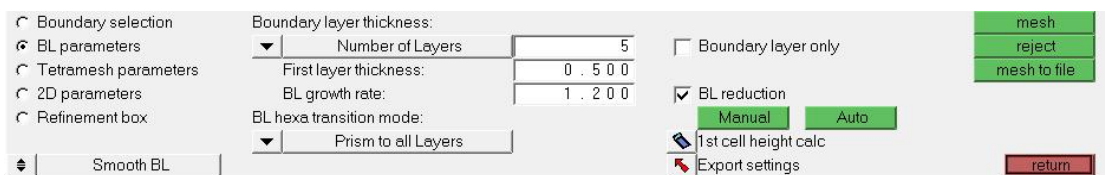

图 5-157 BL parameter 子面板
- (3) 在 With boundary layer (fixed) 下，单击 comps 按钮并选择集合 Wall 和 Wall_cyl。
- (4) 在 W/o boundary layer (float) 下，单击 comps 按钮并选择集合 inlet 和 outlets。
- (5) 确保 W/o boundary layer (float) 下面的选择按钮设置在 Remesh。
- (6) 保留默认的 Smooth BL 选项不变。
- (7) 选择 BL parameter 子面板，如图 5-157 所示。